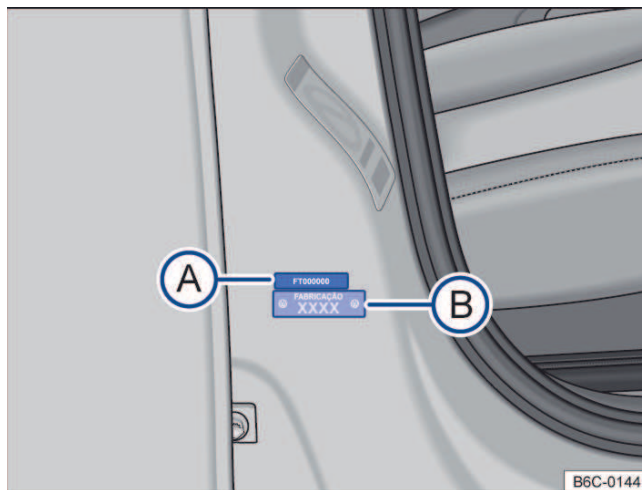

Fig. 174 Na coluna da porta dianteira direita: etiqueta com número de identificação do veículo parcial (A) e etiqueta do ano de fabricação (B).
As etiquetas com o número de identificação do veículo parcial estão localizadas na coluna da porta dianteira direita → Fig. 174 (A) e na coluna da suspensão esquerda. Estas etiquetas são destruídas ao serem removidas. Para chegar ao número de identificação do veículo parcial na coluna da suspensão esquerda, abrir a tampa do compartimento do motor ⚠ → Página 188.
A etiqueta com o número de identificação do ano de fabricação está localizada na coluna da porta dianteira direita → Fig. 174 (B). Esta etiqueta é destruída ao ser removida.